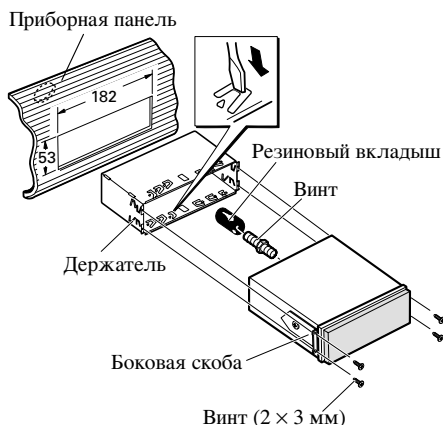

Рис. 16
2. Установите устройство в приборную панель. (Рис. 16)